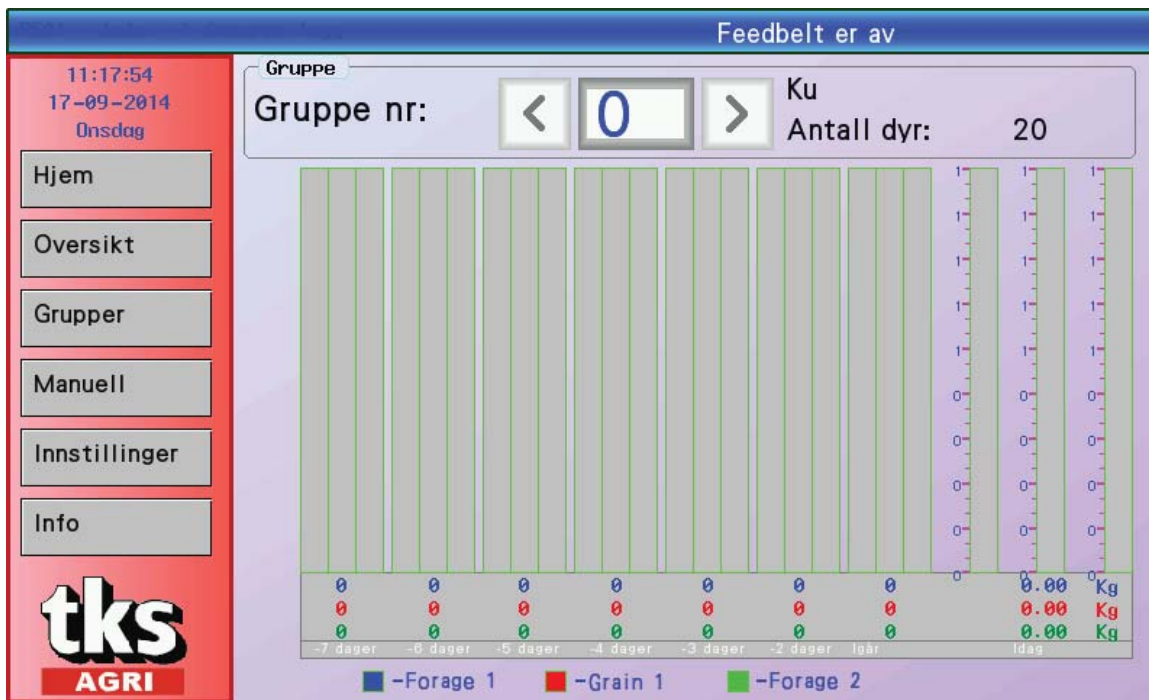

Fig. 36
- Bytt gruppe med piltastene. **Se Fig. 36**